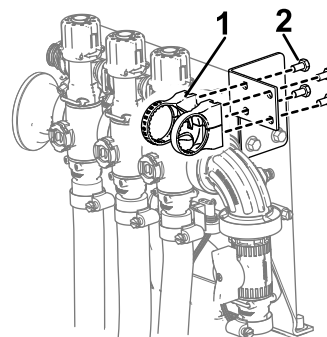

Bild 19
5. Montieren Sie die Ventilbefestigung mit vier Schrauben (M6) an der Ventilhalterung, wie in **Bild 19** dargestellt.